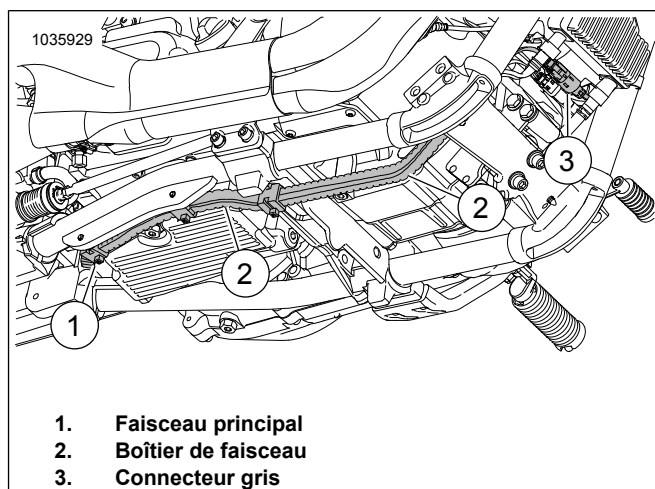

Figure 43. Boîtier de faisceau
12. Voir Figure 43. Acheminer le connecteur de faisceau gris hors du compartiment de batterie arrière :
- Localiser le faisceau principal (1) menant au boîtier de faisceau (2).
- Associer les connecteurs par couleur (3) : gris sur gris.
- Fixer le faisceau sur le côté intérieur du boîtier de faisceau (2) avec serre-câbles selon les besoins.